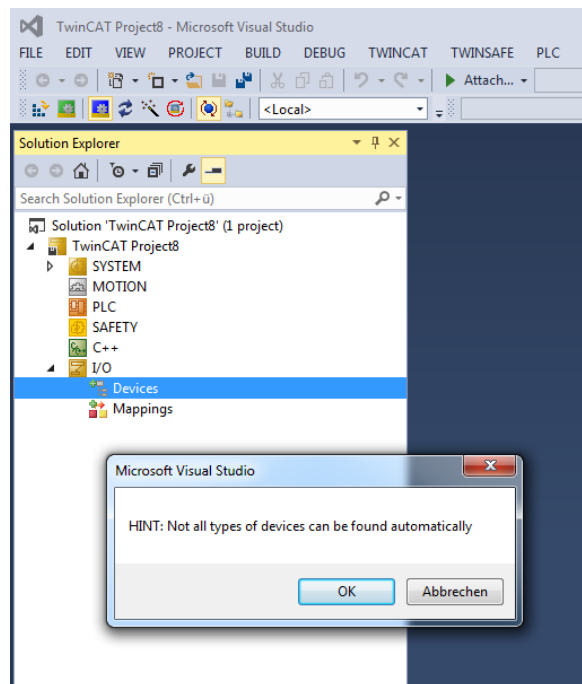

Abbildung 6.2: TwinCAT – Scan / Hinweis
- Bestätigen Sie den in Abbildung 6.2 gezeigten Hinweis mit „OK“.